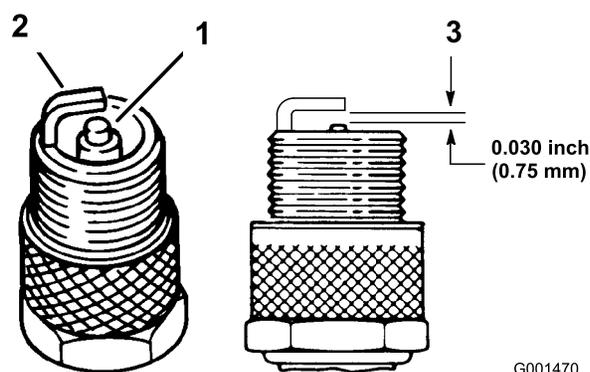

Figura 30
1. Controllate la parte centrale delle candele (Figura 30). Se l'isolatore è di color marrone chiaro o grigio, il motore funziona correttamente. Una patina nera sull'isolatore significa in genere che il filtro dell'aria è sporco.
3. Controllate la distanza tra gli elettrodi centrale e laterale (Figura 30). Piegate l'elettrodo laterale (Figura 30) se la distanza non è corretta.
3. Collegate i cappellotti alle candele (Figura 30).